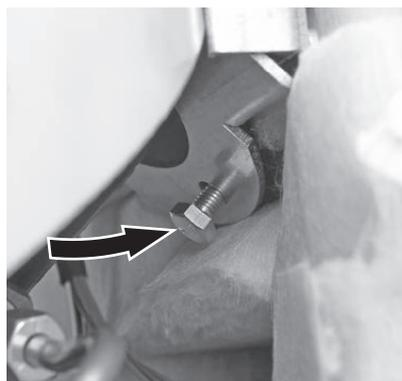

Fig. 43 Avvitare saldamente la stiva in basso con la vite M8 x 25
- ▶ Avvitare saldamente la stiva in basso, accanto al tubo della coclea, con la vite a testa esagonale M8x25 (inclusa, fissata alla stiva nel sacco di plastica) – Fig. 43.
- ▶ Smontare la mascherina della stiva, a tale scopo rimuovere la vite dalla parte inferiore (Fig. 43), spingere la mascherina in basso e quindi rimuoverla (è agganciata con una chiusura a baionetta) – Fig. 45.